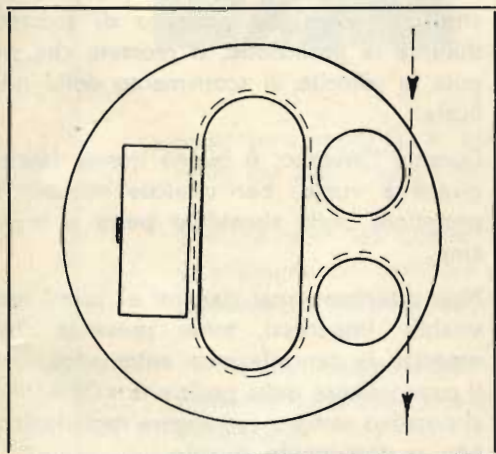

Fig. 2
- 1) Riavvolgere il film sulla bobina superiore, reintrodurne il capo libero sulla testina di sonorizzazione come visto in fig. 2, e poi sul proiettore.